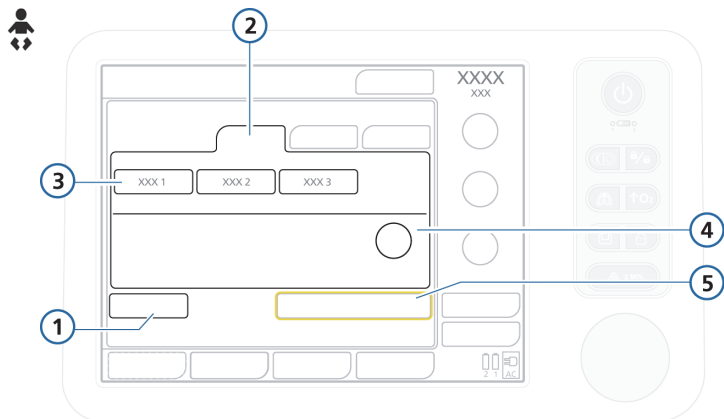

Рисунок 5-3. Окно «Настройка данных пациента»/«Режим Ожидания» («Младенец»)
- «**Младенец**». Группа, к которой относятся младенцы (рис. 5-3). В таблице 5-1 приведены диапазоны возраста и веса.